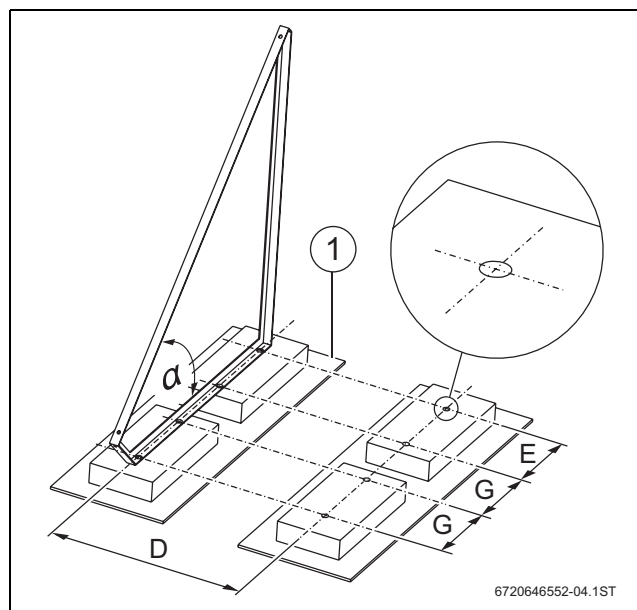

Bild 20
- Den Abstand zwischen den Winkelrahmen einhalten (→ Bild 20).
- Damit die Dichtungsschicht des Daches nicht beschädigt wird, handelsübliche Bautenschutzmatte unter den Betonplatten auslegen (→ Bild 20 [1]).
- Betonplatten entsprechend der Maße ausrichten und Positionen der Bohrlöcher übertragen (→ Bild 20, Tabelle 14).